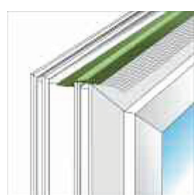

Fig.3 :
- Coller la membrane, au moyen de son adhésif, sur la face ou la tranche du profilé côté intérieur sur tout le pourtour de la menuiserie (Fig.3)